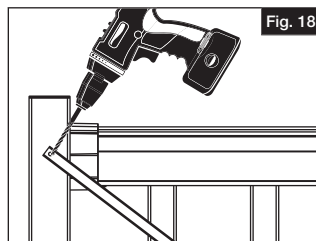

Fig. 18
- Fijar el tirante en los montantes. Taladrar un extremo del tirante con una broca de 1/8" atravesando el montante y el refuerzo de aluminio en el interior del montante y, a continuación, anclar el tirante al montante con el tornillo #8 de 3/4". Repetir lo anterior en el otro extremo del tirante (Fig. 18).